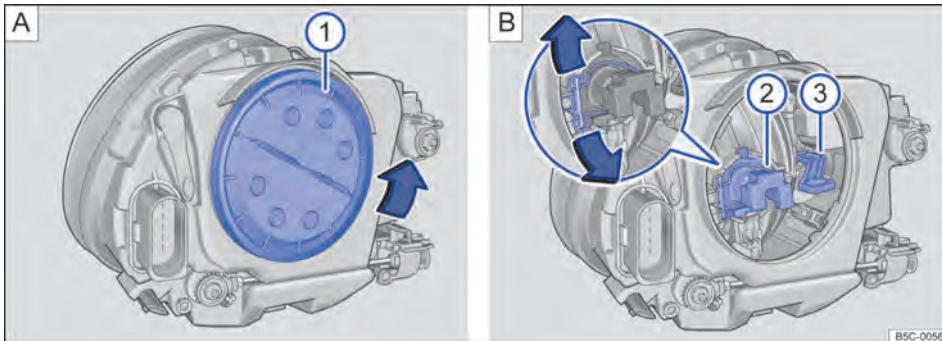

Fig. 184 No compartimento do motor: ① cobertura do farol dianteiro esquerdo, ② farol baixo e farol alto, ③ luz de posição e farol de rodagem diurna.
10.	Travar o gancho extrator ⇒ Fig. 184 B sempre no sentido anti-horário. Verificar a fixação correta puxando levemente.
11.	Colocar a cobertura de plástico ① no farol e girar até o batente no sentido horário (contrário ao sentido da seta).